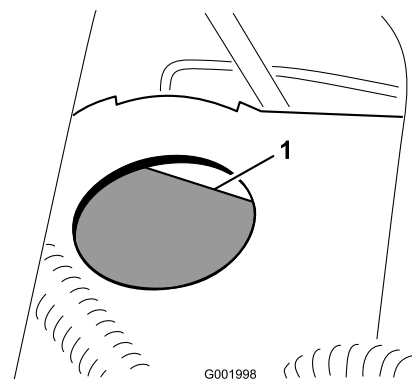

Figure 63
2. Le niveau de liquide doit atteindre le repère maximum sur le réservoir (Figure 63).